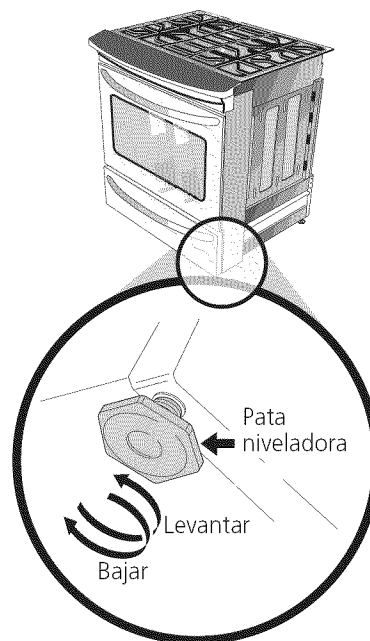

Figura 17
4. Nivele la estufa si es necesario ajustando las cuatro patas niveladoras con una llave (Ver la Figura 17 abajo). Se requiere un espacio libre mínimo de 1/8" (0.8 cm) entre la parte inferior de la estufa y los niveladores de las patas traseras para dejar espacio para los soportes antivuelco.